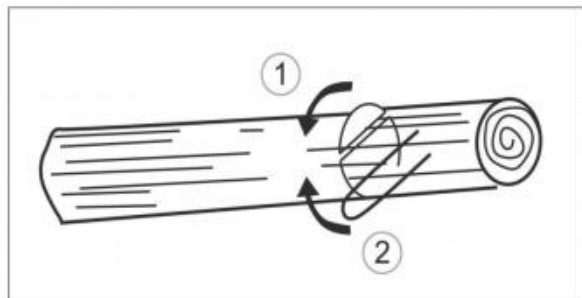

Fig. 22
24. In het geval dat de stam aan beide uiteinden wordt ondersteund, snijdt u eerst 1/3 van de diameter van de stam bovenaan af om spleten te voorkomen. Werk vervolgens de snede van onderaf af, zodat deze samenvalt met de eerste snede en om vastlopen te voorkomen (fig. 22).